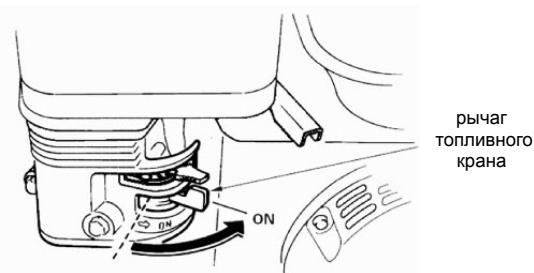

Рис.21
1. Откройте топливный кран, переместив рычаг топливного крана в рабочее положение (ON) Рис.21.